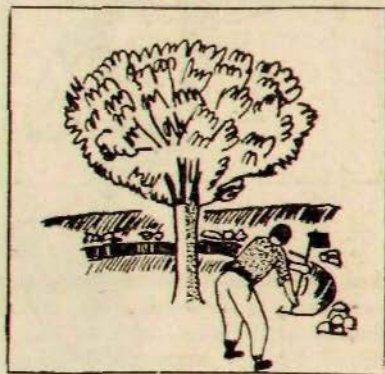

Fig. 4
d) En vez de hacer un surco como se recomienda en b), basta que, en la parte más elevada del terreno, se abra ese surco en forma de media luna, como se indica en la fig. 4.